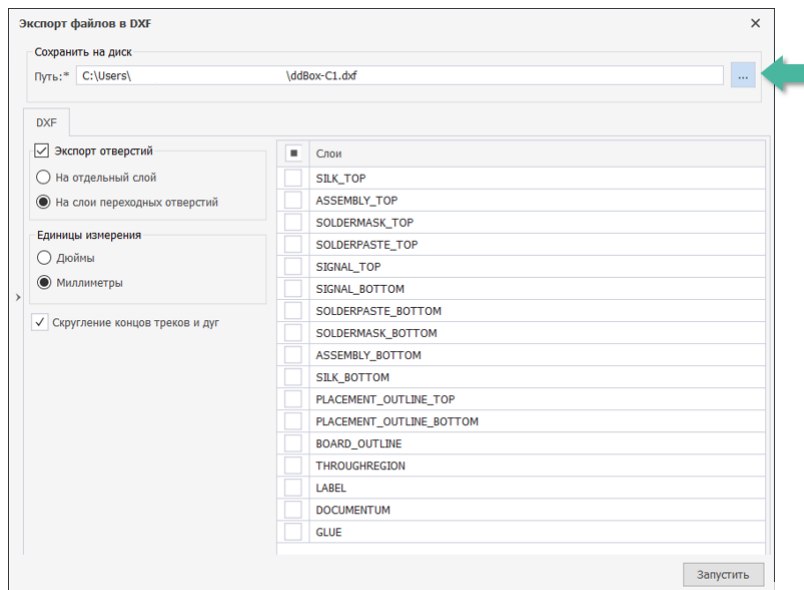

Рис. 83 Окно «Экспорт файлов в DXF»
1. Указать путь для сохранения файла в поле «Сохранить на диск» напротив строки «Путь:» в открывшемся окне «Экспорт файлов в DXF», см. Рис. 83.